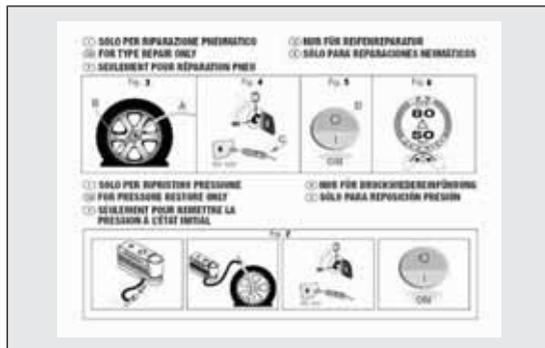

fig. 128
- pieghevole informativo (vedere fig. 128), utilizzato per un pronto uso corretto del kit di riparazione rapida e successivamente consegnato al personale che dovrà maneggiare il pneumatico trattato con il kit di riparazione pneumatici;